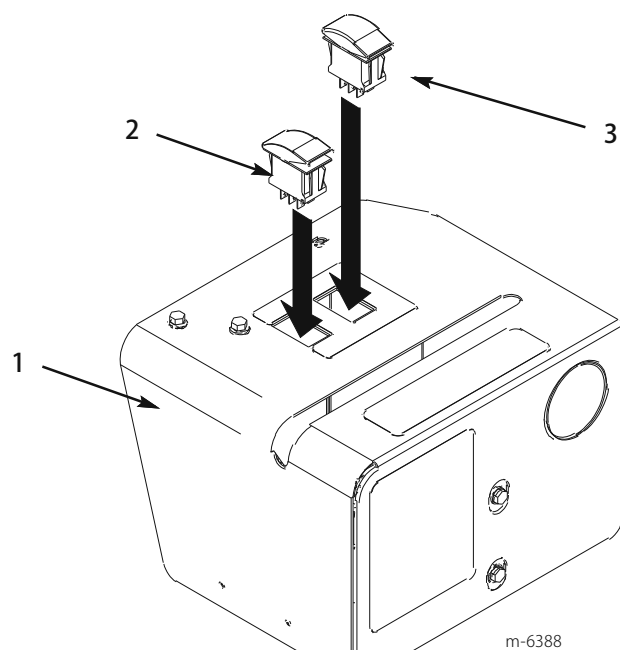

図20
5. カバーの上にある長方形の穴にスイッチ2個を取り付ける (図20)。一時スイッチ (押している間だけ有効なスイッチ) を、無段階調整・プラス (+) ・マイナス (-) のマークがある穴に取り付ける。